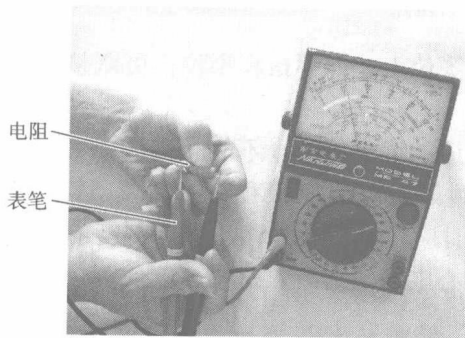

图 1-10 电阻的测量
(1) 电阻的测量 用万用表测量电阻时,首先应该将两支表笔短接,拧动欧姆调零旋钮,使指针指在欧姆档零位上,而且每次换档之后也必须重新调整调零旋钮。选择欧姆档时,应尽量选择被测阻值在接近表盘中心阻值读数的位置,以提高测试结果的精确度。如果被测电阻在电路板上,则应切断电源,焊开电阻一端后,方可测试,否则被测电阻有其他元器件分流,读数不准。测高阻值电阻时,两手手指不要接触表线及电阻引线,以免人体电阻分流,增加误差。所测得的电阻值与标称阻值对照,看是否正常。在测量时应特别注意不能在带电情况下测量电阻。电阻的测量如图 1-10 所示。
(2) 对地电阻的测量 测量对地电阻时,用万用表红表笔接地,黑表笔测量被测电路某点(如元件、集成电路各端子等)的在路电阻,再与正常所测得的电阻进行比较,以判断故障范围。